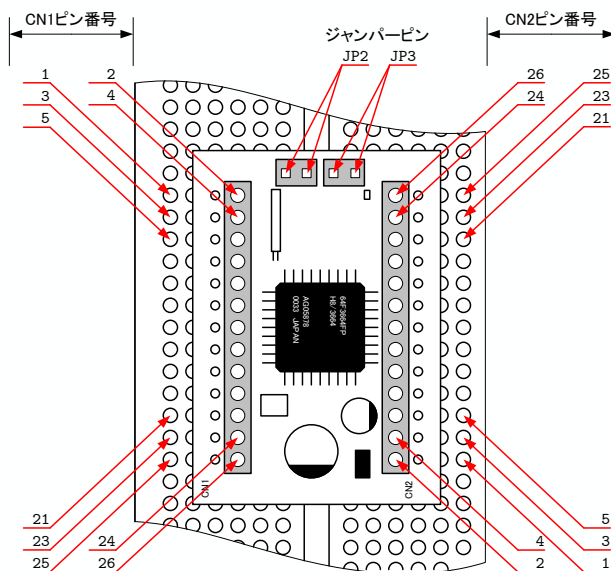

図 8: ブレッドボード上での H8 のピン番号
- (b) ブレッドボード上に H8 を取り付ける。ブレッドボードに取り付けた場合の H8 のピン番号は、図 8 のとおりである。